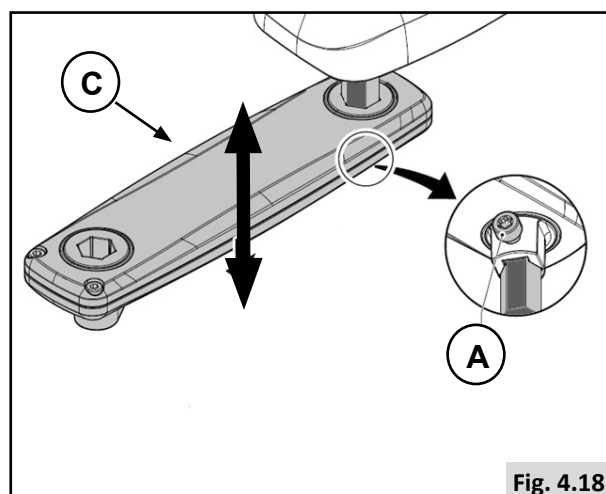

Fig. 4.18
Réglage de la hauteur du boîtier de commande (1) (Fig. 4.18)
1. Desserrez (A).
2. Glissez (C) à la position désirée.
3. Resserrez (A).